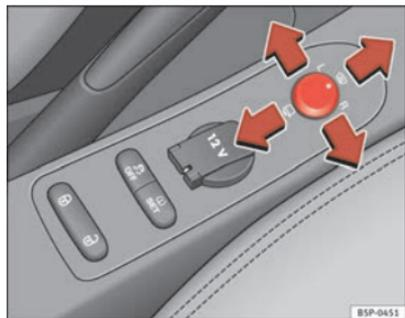

Fig. 90 Commande des rétroviseurs extérieurs
1. Tournez le bouton rotatif ⇒ fig. 90 en position **L (rétroviseur extérieur gauche)**.
- Tournez la commande vers l'avant, en position centrale ⇒ fig. 90 ①, afin que le dégivrage des rétroviseurs se déclenche et que la fonction de pare-brise chauffant* au niveau de la zone de contact des balais soit activée ⇒ page 135.
- Tournez le bouton rotatif ⇒ fig. 90 en position  pour rabattre les rétroviseurs extérieurs. Pour éviter tout dégât, il est conseillé de toujours rabattre les rétroviseurs extérieurs lorsque vous passez dans une installation de lavage automatique.